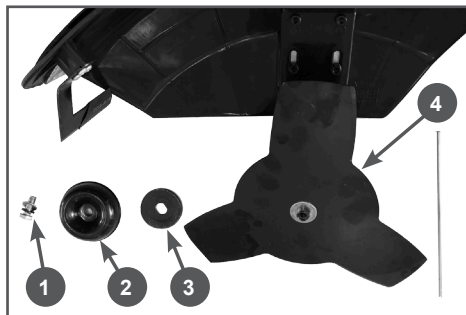

Рис. 8 Установка ножа
2. Установите нож на защитную шайбу редуктора. При установке посадочное отверстие в ноже должно точно совпасть с выступом на защитной шайбе редуктора (Рис. 8).
3. Установите на нож прижимную шайбу 3 ножа, ограничительную чашку 2, после чего закрутите болт 1 крепления ножа (левая резьба) (Рис. 8).